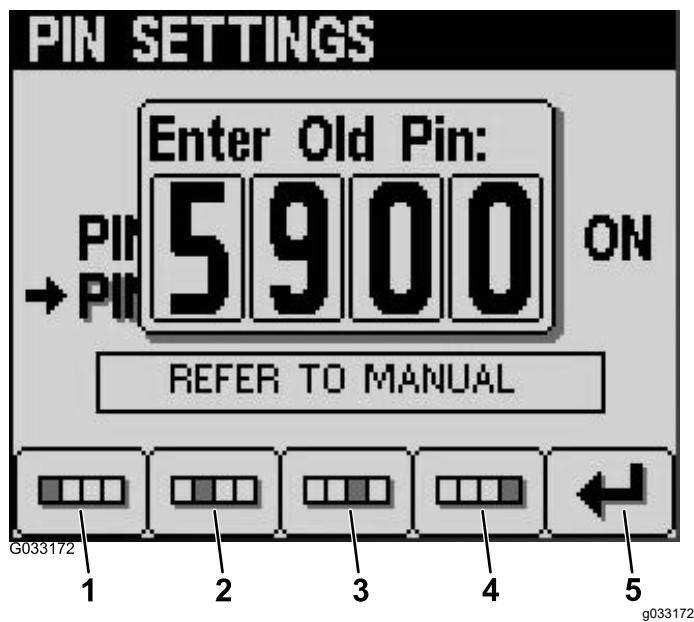

図 15
6. ボタン 14 を使って PIN を入力し、入力が完了したらボタン 5 を押す(図 15)。